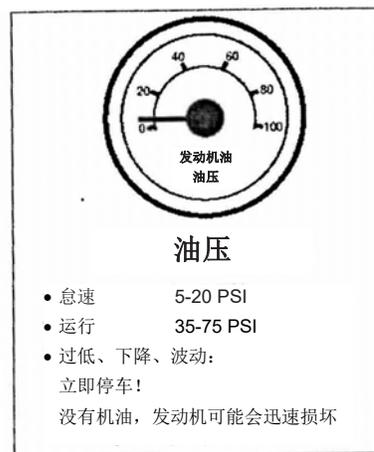

图 2.5
- 油压。发动机启动后，应在几秒钟内恢复正常。请参见图 2.5。